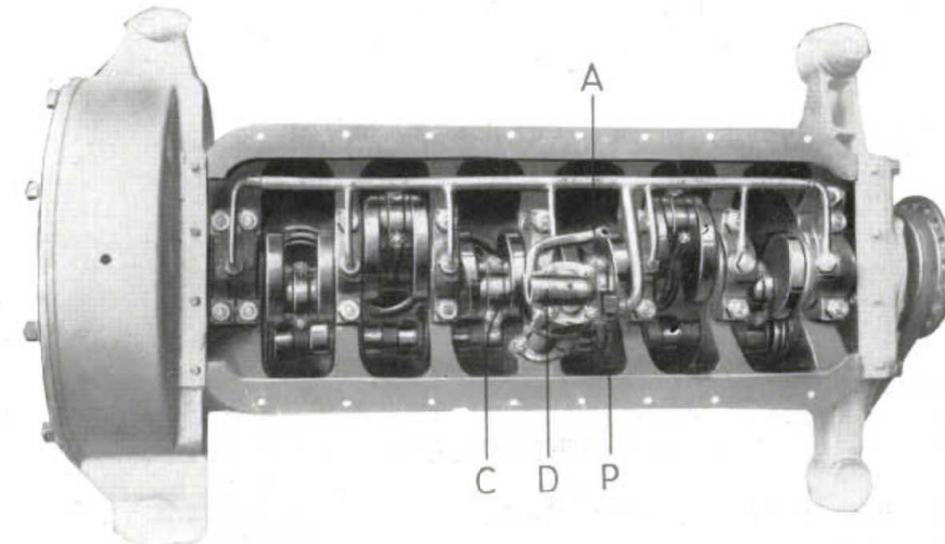

Fig. 5.
SÉCURITÉ DU GRAISSAGE. — La pompe volumétrique (P), facilement démontable, est munie, sur son refoulement, de la bille dynamométrique (D), qui règle la pression d'huile refoulée. Le ressort antagoniste est taré une fois pour toutes aux usines, par le serrage convenable du bouchon goupillé (C) (Fig. 5).